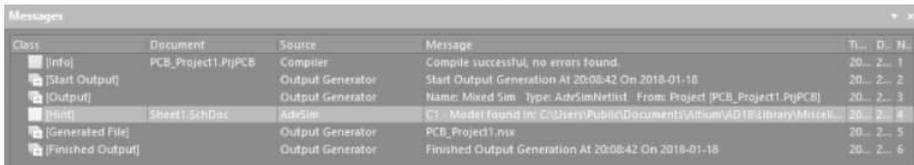

图 3-11 消息窗口
(1) 弹出如图 3-11 所示的消息窗口,该消息窗口给出了对 Spice 电路的分析过程。